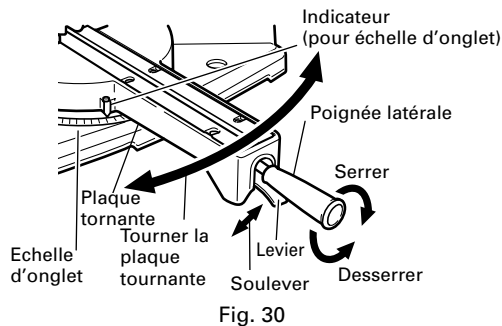
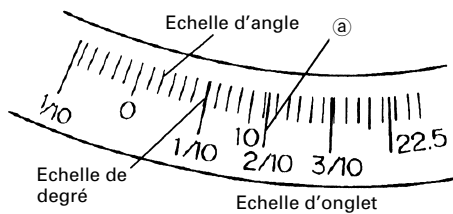

Fig. 30
Fig. 31
- (1) Desserrer la poignée latérale et tirer vers le haut le levier des butées d'angle. Cela fait, régler la plaque tournante jusqu'à ce que l'indicateur soit aligné avec le réglage désiré sur l'échelle de coupe d'onglet (Fig. 30).
- (2) Resserrer la poignée latérale pour fixer la plaque tournante à la position voulue.
- (3) L'échelle d'onglet (Fig. 31) indique à la fois l'angle de coupe de l'échelle d'angle et le degré de l'échelle de degré.
- (4) Le degré, qui est le rapport de la hauteur sur le socle de la section triangulaire à retirer, pourra être utilisé pour régler l'échelle d'onglet à la place de l'angle de coupe, au besoin (voir Fig. 31).
- (5) En conséquence, pour couper une pièce à un angle de 2/10, régler l'indicateur sur la position  $\textcircled{a}$ , comme indiqué à la Fig. 31.